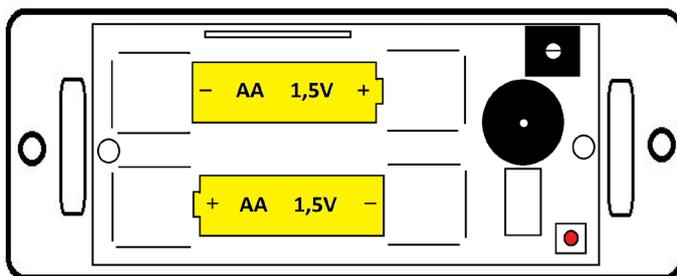

Fig. 1
2. Dopo aver fissato il sensore alla barra della tenda inserire le batterie in dotazione come indicato in **fig. 1**. **ed attendere 40 secondi.**